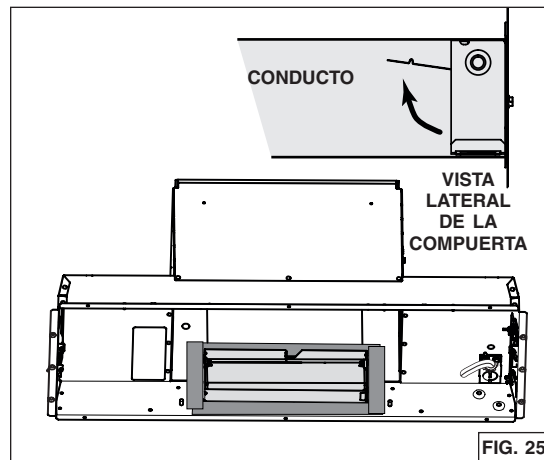

FIG. 25
- Desde el interior de la campana, deslice el adaptador/compuerta de 3¼ pulg. x 10 pulg. en el conducto horizontal, después fijarlo a la campana usando cinta adhesiva metálica para sellar la junta (FIG. 25). Asegúrese de que la compuerta abra como se muestra en la vista lateral de la compuerta.